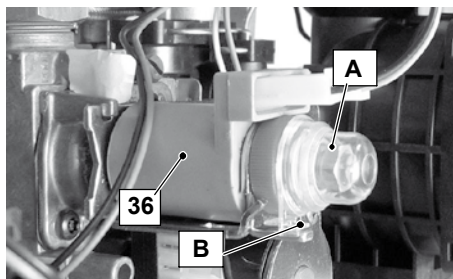

Figura 7.2
- Rimuovere il tappino di protezione "A" dell'operatore modulante 36 in Figura 7.2 ruotandolo in senso orario per liberarlo dal fermo "B" e facendo leva con un cacciavite piatto nella scanalatura.
- Rimontare il tappino di protezione "A" Figura 7.2